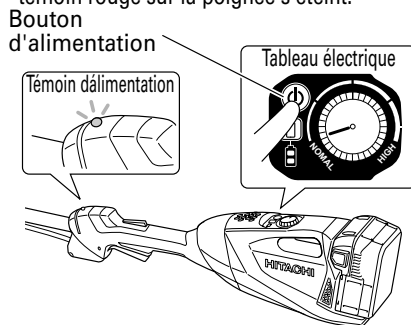

Fig. 31
2. Mettez l'appareil de jardinage en marche. (Fig. 31)